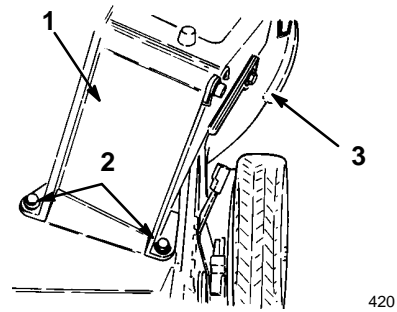

Figure 33
1. Boulons (4)
3. Mettre le conduit d'éjection en place sur le carter de tondeuse en faisant correspondre les trous d'assemblage de part et d'autre (Fig. 33).